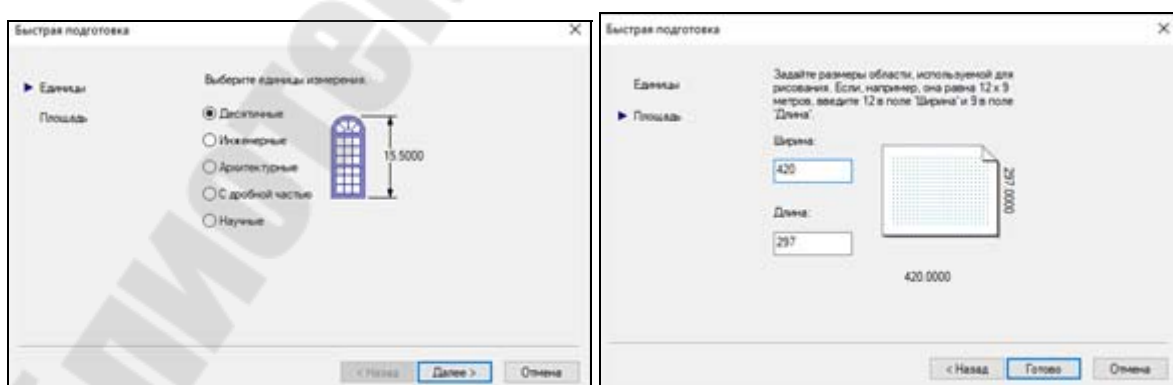

Рис. 2.30. Диалоговые окна *Быстрой подготовки*
*Мастер быстрой подготовки* позволяет задать для нового чертежа в соответствующих диалоговых окнах тип единиц измерения и область рисования (рис. 2.30). Поддерживаются следующие типы единиц для рисования и вычерчивания: *десятичные, технические, архитектурные, с дробной частью, научные*. Указывая длину и ширину области рисования, пользователь тем самым задает граничные пределы рисунка, так называемые *лимиты*.